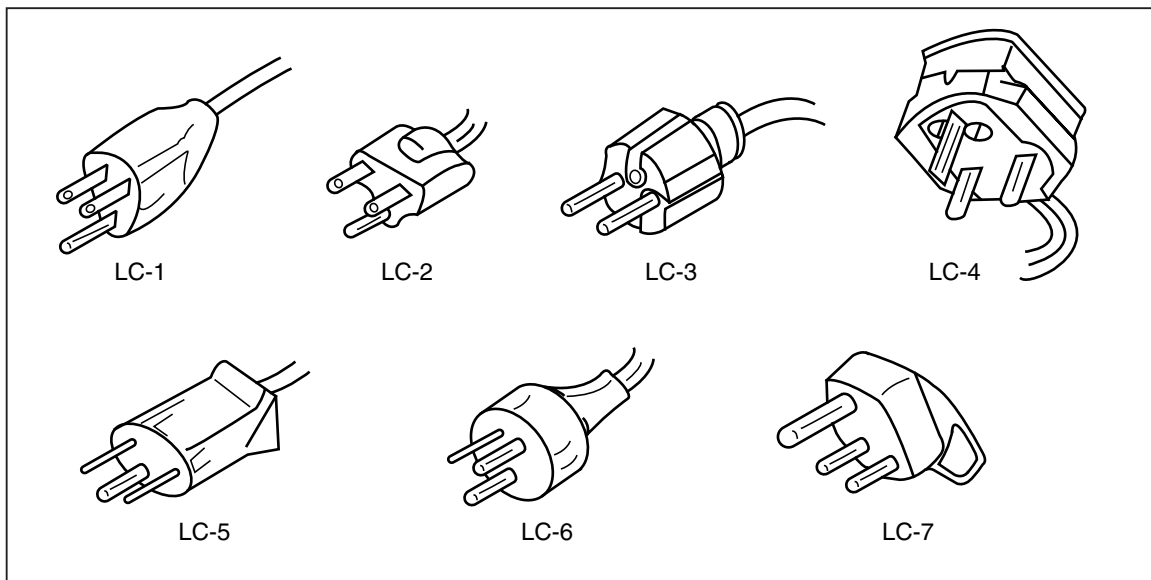

Figure 2-3. Types de cordons d'alimentation secteur offerts par Fluke
3. Branchez le cordon d'alimentation dans une prise électrique à trois broches correctement mise à la terre. La figure 2-3 contient la liste des cordons d'alimentation secteur proposés par Fluke. Reportez-vous au tableau 2-2 pour la description des cordons d'alimentation secteur.